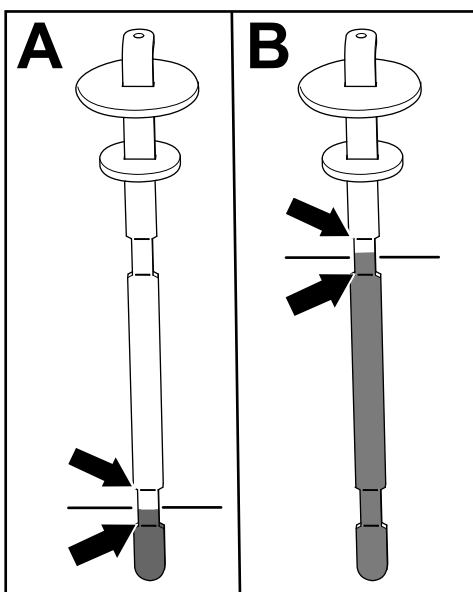

Figure 84
5. Ressortez la jauge et vérifiez le niveau de liquide (Figure 84).
- Si l'unité de coupe est montée sur la machine : le niveau de liquide hydraulique est correct quand il se situe entre les 2 repères inférieurs sur la jauge (A de la Figure 84). Il est également acceptable que le niveau de liquide dépasse les repères inférieurs.
- Si le kit flexible d'outil à entraînement hydraulique est monté sur la machine : le niveau de liquide hydraulique est correct quand il se situe entre les 2 repères supérieurs sur la jauge (B de la Figure 84).